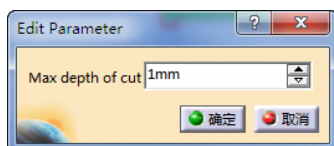

图 6-62 “Edit Parameter”选项卡 (3)
- 双击“Max depth of cut”，在弹出的“Edit Parameter”选项卡(3)中输入“1mm”，如图 6-62 所示。